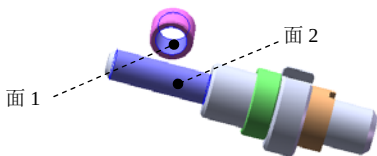
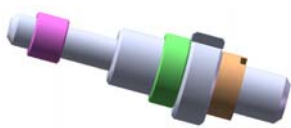

图 4.4.14 选取配合面
图 4.4.15 完成第一个装配配合
Step1. 定义第一个装配配合。在“配合”窗口的“标准配合”区域中单击“同轴心”按钮 ; 分别选取图 4.4.14 所示的面 1 与面 2 为配合面,系统弹出快捷工具条;在快捷工具条中单击  按钮,完成图 4.4.15 所示第一个装配配合。